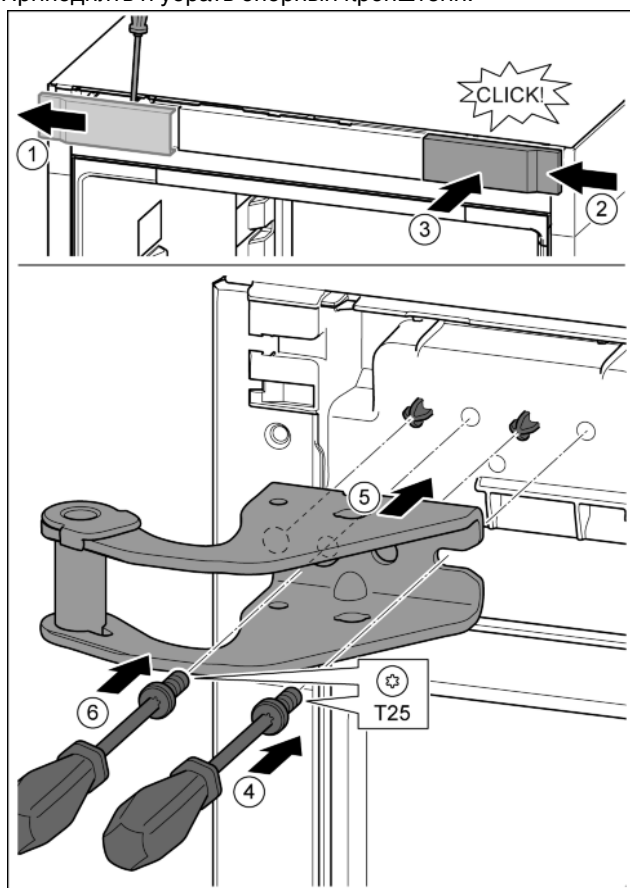

Fig. 9
- ▶ Крышку отсоединить с помощью отвертки и убрать в сторону. Fig. 9 (1)
- ▶ Навесить крышку, повернув ее на 180°, справа с другой стороны. Fig. 9 (2)
- ▶ Крышку зафиксировать. Fig. 9 (3)
- ▶ Установить винт отверткой T25. Fig. 9 (4)
- ▶ Установить верхний опорный кронштейн. Fig. 9 (5)
- ▶ Затянуть винт. Fig. 9 (6)
- ▶ Вставить и затянуть винт отверткой T25. Fig. 9 (6)